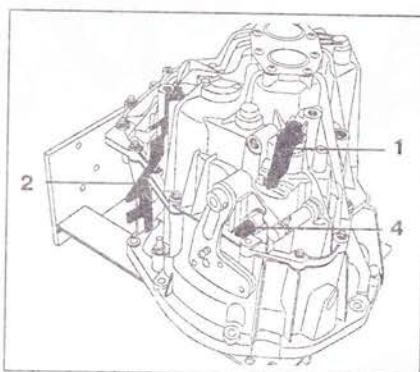

Рис. 5.40. Снимите рычаг выбора 1, кронштейн троса привода 2 и выключатель фонарей заднего хода 4.
6. Снимите рычаг выбора 1, кронштейн троса привода 2 и выключатель фонарей заднего хода 4 (рис. 5.40).